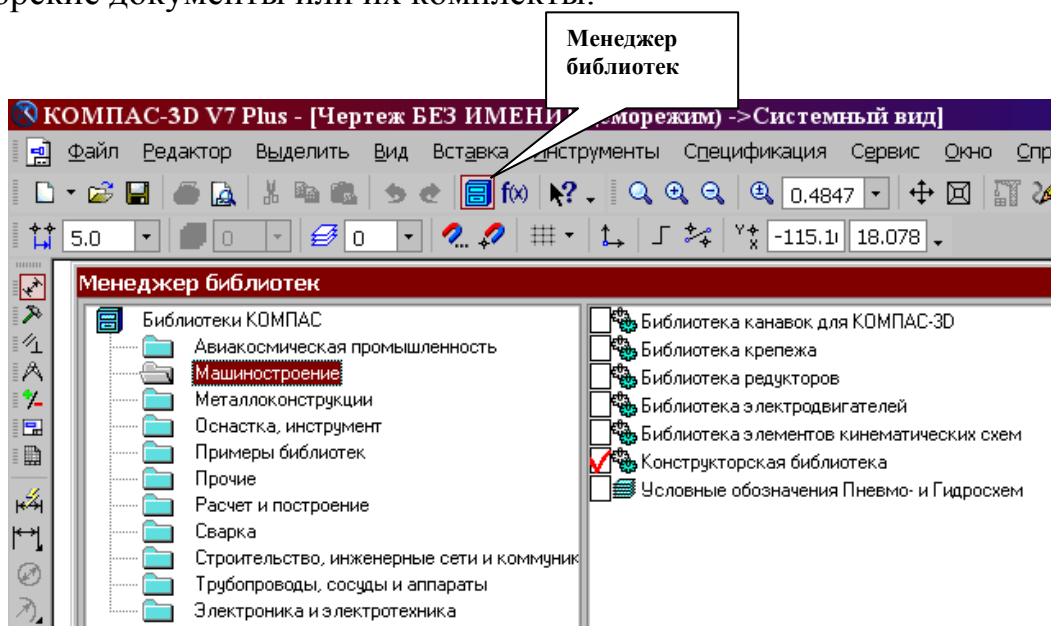

Рис.20 Менеджер библиотек
1. Нажмите на кнопку  Менеджер библиотек (рис.20). На экране появится окно Менеджера библиотек, в левой части которого отображается список разделов Менеджера библиотек. Для того чтобы посмотреть содержимое раздела следует щелкнуть по его названию, в правой части окна отобразится структура раздела.
На рис.20 в левой части окна показаны библиотеки системы КОМПАС, в правой части – содержимое библиотеки Машиностроение.